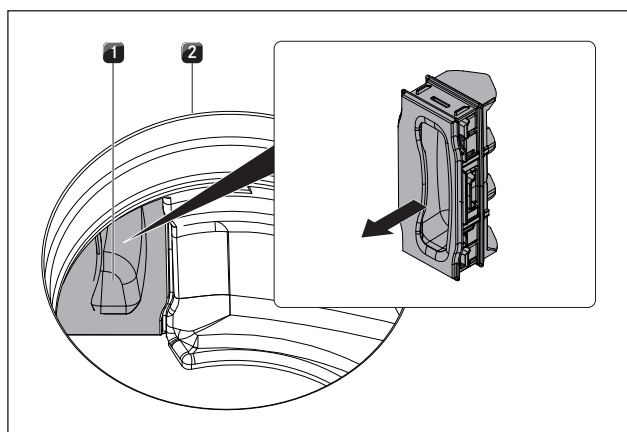

Fig. 8.5 Retrait du clapet de changement de filtre
- ▶ À l'intérieur de l'ouverture d'aspiration, retirez le clapet de changement de filtre du boîtier (Retrait du clapet de changement de filtre voir fig. 8.5).